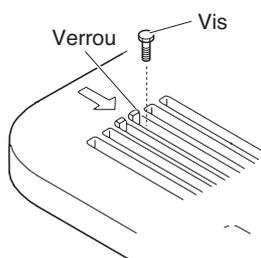

Fig. 9-3
- (1) Retirez la grille d'aspiration et le filtre à air de la façade de la cassette. (Fig. 9-3, 9-4 et 9-5)
- a) Retirez les deux vis du loquet de la grille d'aspiration d'air. (Fig. 9-3)